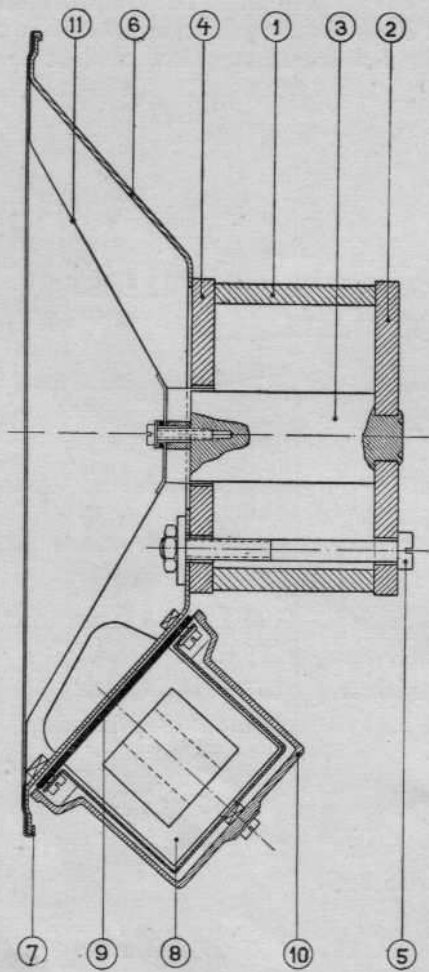

Fig. 7
Dessiner avec un crayon le pourtour intérieur du porte-cône sur la plaque antérieure (4 fig. 7) et placer le gabarit en laiton dans l'entrefer. Dévisser, ensuite, les écrous des 3 boulons tendeurs (5). Le porte-cône peut alors être remplacé. **En aucun cas, les plaques d'avant ou d'arrière (4 et 2) de l'aimant (1) ne doivent être enlevées; cela provoquerait un grand affaiblissement de l'aimant.** Le tracé au crayon facilite grandement la mise en place exacte du nouveau porte-cône. Une fois les boulons tendeurs fortement vissés, on peut enlever le gabarit,
LISTE DE PIÈCES DÉTACHÉES (fig. 7) TYPES 2150-2151-2153.